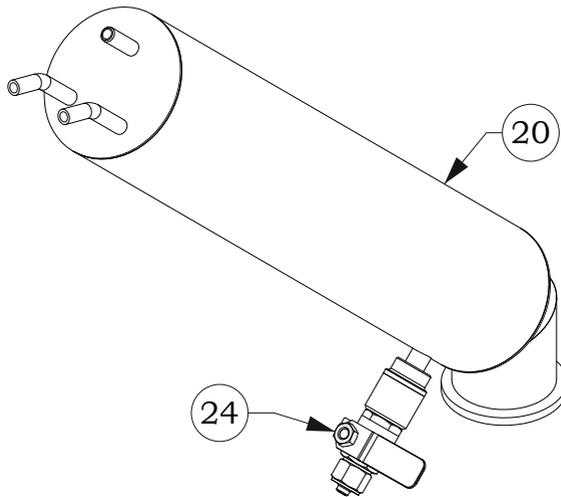

Рис. 3. Схема первичного охладителя
3. Закрывать вентиль (поз. 24) на первичном охладителе (поз. 20). Схему см. на рис. 3.